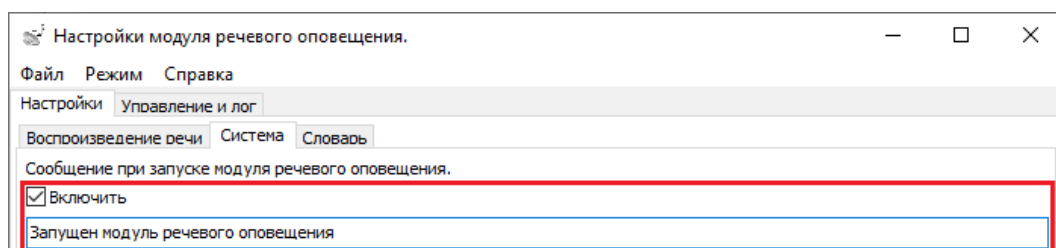

Рисунок 8-182 Включение воспроизведение сообщения при запуске модуля речевого оповещения
- для включения воспроизведения сообщения при запуске модуля речевого оповещения (т.е. сразу после перехода модуля речевого оповещения в штатный режим работы) установите флаг слева от свойства «Включить», после чего станет активным поле ввода текста сообщения. Введите в это поле текст (по умолчанию текст отсутствует), который необходимо воспроизводить при запуске модуля речевого оповещения (см. Рисунок 8-182);